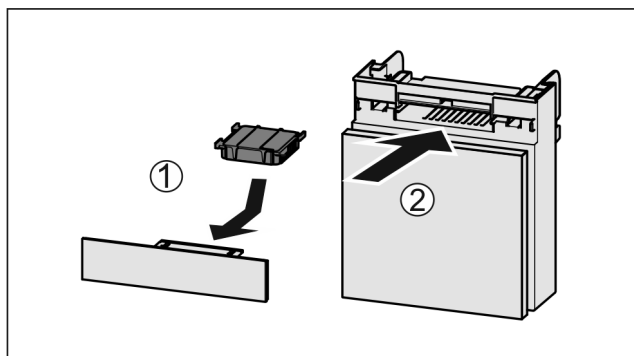

Fig. 91
- Filtr s aktivním uhlím vložte podle vyobrazení Fig. 91 (1).
- Zásuvku zasuňte Fig. 91 (2).